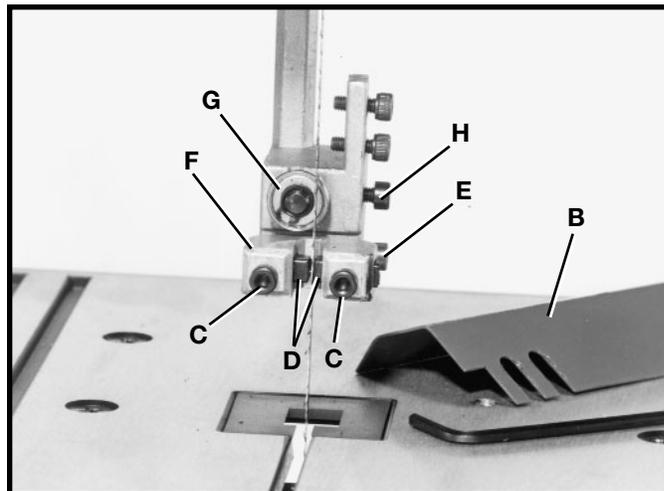
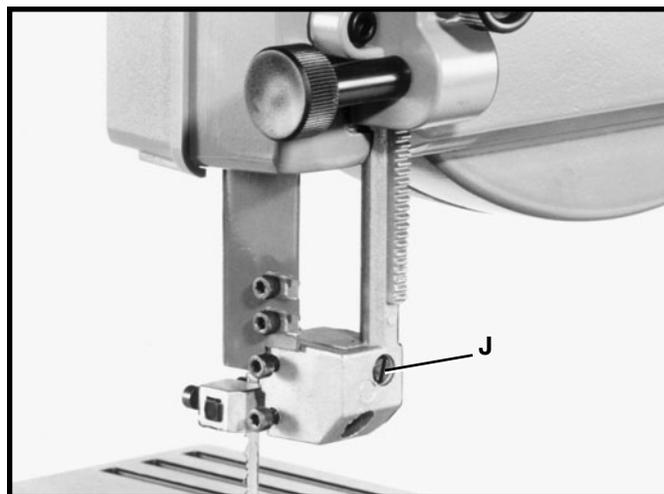

Fig. 22
Fig. 23
2. **REMARQUE :** Le protège-lame supérieur (B) fig. 22 a été enlevé dans cette figure pour plus de clarté.
3. Desserrez les deux vis (C) fig. 22 et réglez les guide-lames (D) aussi proche que possible des côtés de la lame en faisant attention à ne pas pincer la lame. Ensuite, resserrez les deux vis (C).
4. Desserrez la vis (E) fig. 22 et déplacez le support de guide (F) vers l'intérieur ou vers l'extérieur jusqu'à ce que le bord avant des blocs-guides (D) se trouve juste derrière les «creux» des dents de la lame. Ensuite, resserrez la vis (E).
5. Le roulement d'appui supérieur (G) fig. 22 empêche la lame de la scie d'être poussée trop loin vers l'arrière lors de la coupe. Le roulement d'appui (G) doit être ajusté à environ 1/32 po du bord arrière de la lame. Aussi, le bord arrière de la lame doit chevaucher la circonférence du roulement d'environ 1/8 po. Pour réaliser ces réglages, procédez comme suit :
7. Desserrez la vis (H) fig. 22, et déplacez le roulement d'appui (G) vers l'intérieur ou vers l'extérieur jusqu'à ce qu'il se trouve à 1/32 po du bord arrière de la lame.
8. Le roulement d'appui supérieur (G) fig. 22 est monté sur un axe excentrique. Pour changer la position du roulement (G), à l'aide d'un tournevis à lame plate, tournez l'axe (J) fig. 23 jusqu'à ce que la lame chevauche correctement le roulement d'appui. Ensuite, resserrez la vis (H).